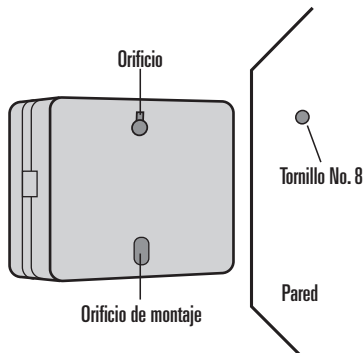

Figura 12b: Instalación del temporizador de aspersor
- Deslice el espacio para el orificio de la parte posterior del temporizador de aspersor sobre el tornillo extendido. [Ver Figura 12b]